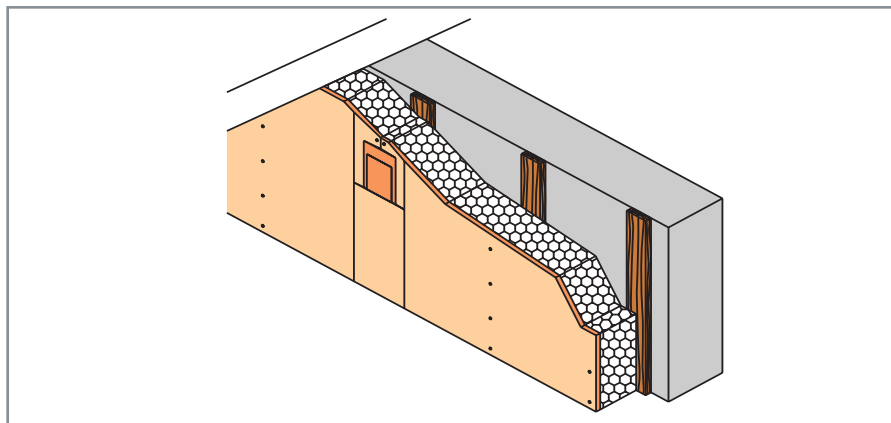

Fig. 7 Pose « parallèle »
- pose parallèle : la plus grande dimension du panneau disposée parallèlement aux lignes des supports (fig. 7).